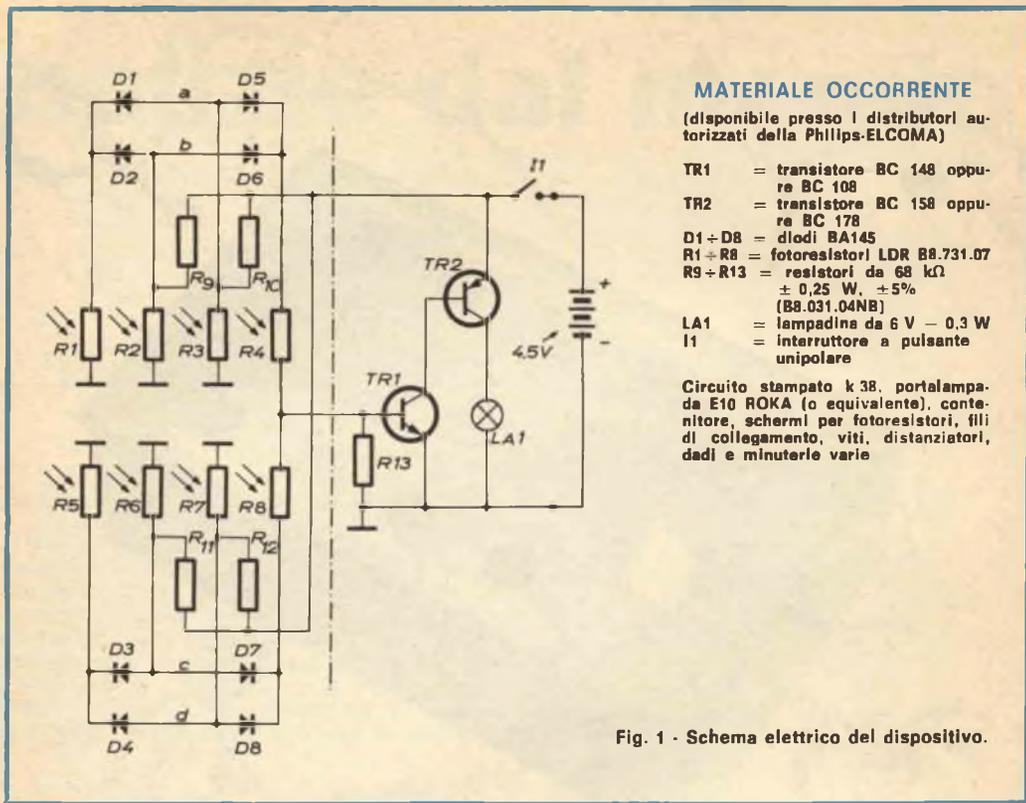

Fig. 1 - Schema elettrico del dispositivo.
Descrizione del circuito - Le "mosse" che deve fare il contadino possono essere controllate "elettronicamente" con il circuito della *fig. 1*, il quale segnala al giocatore, mediante accensione di una lampadina, le eventuali situazioni pericolose. A questo scopo il circuito può essere diviso in due parti:
- la prima che analizza la situazione (parte del circuito della *fig. 1* a sinistra della linea tratteggiata);